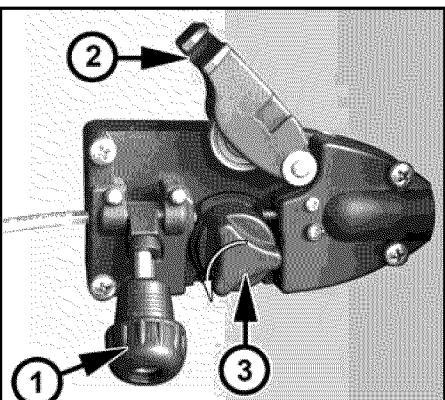
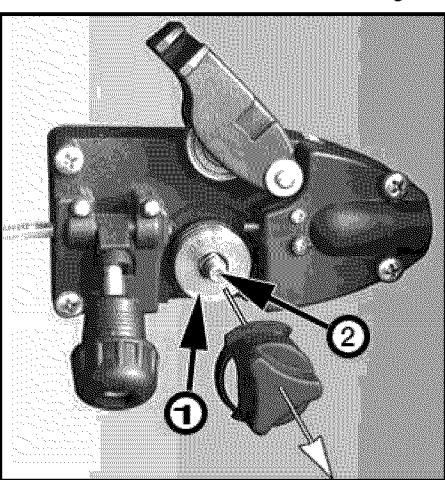

Fig. 2a
Fig. 2b
- Libere la tensión de impulsión aflojando y desenganchando la perilla de ajuste de la tensión de impulsión (Fig. 2a, 1) del brazo de tensión de impulsión (Fig. 2a, 2). Levante el brazo de tensión de impulsión para exponer el rodillo impulsor (Fig. 2a, 3).
- Rote la tapa del rodillo impulsor (Fig. 2a, 3) en sentido contrario al de las agujas del reloj y retírela del rodillo impulsor (Fig. 2b, 1).
- Tire del rodillo impulsor para extraerlo de su eje. (Fig. 2b, 2)